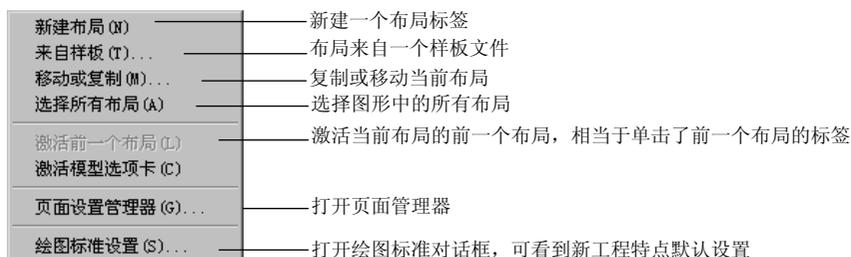

图 16.2.6 快捷菜单
在创建完布局以后，AutoCAD 将按创建的页面设置显示布局。布局名称显示在布局选项卡上。我们可以在“快速查看布局”按钮上右击，从系统弹出的图 16.2.6 所示的快捷菜单中选择相应的命令，移动或者复制该布局。
如果要修改页面布局，则可从图 16.2.6 所示的快捷菜单中选择“**页面设置管理器 (G)...**”命令。通过修改布局的页面设置，可将图形按不同比例打印到不同尺寸的图纸中。